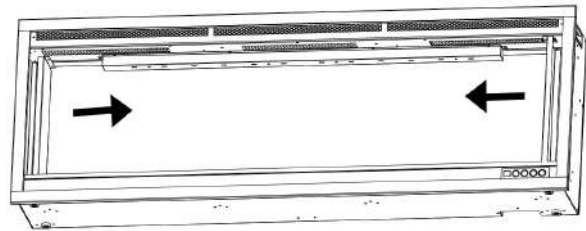

Fig. 2-2
2. Verwijder de twee metalen beugels. **Fig.2-2**